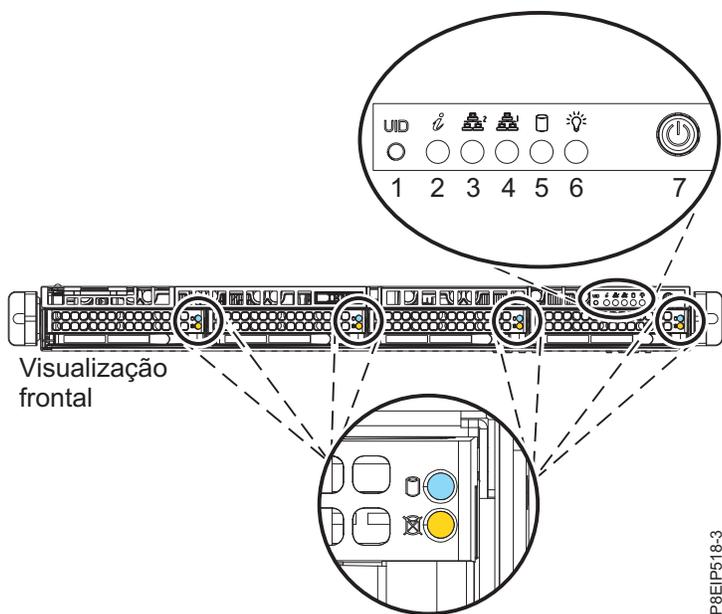
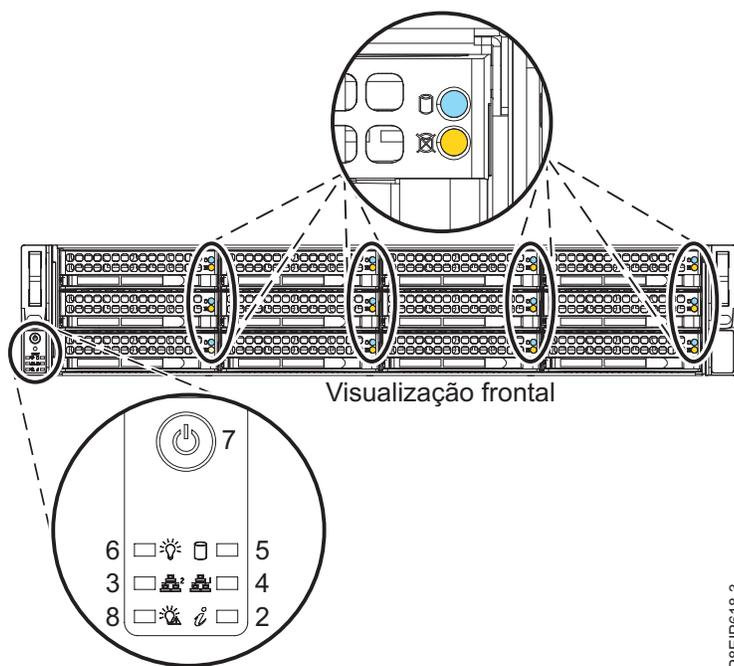

Figura 78. Comutador de energia para o 8001-12C
Figura 79. Comutador de energia para o 8001-22C
2. Pressione o botão power (7) mostrado na Figura 78 na página 76 ou Figura 79 na página 76. Você pode ter que pressionar o comutador por 0,5 a 3 segundos.